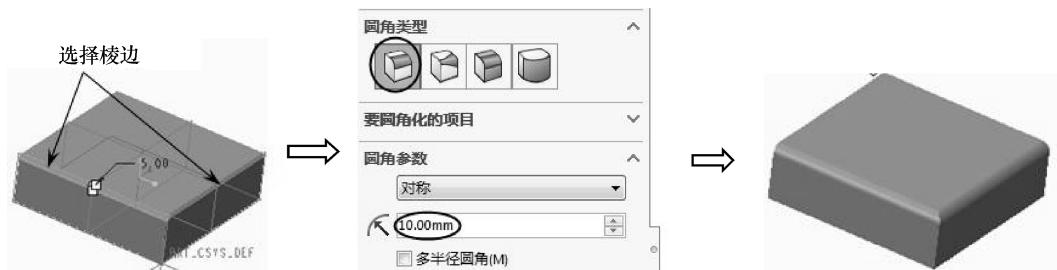

图 3-73 创建恒定大小的圆角
- 恒定大小圆角：创建恒定半径的圆角最简单，选择倒圆角的边，输入统一半径值即可，如图 3-73 所示。